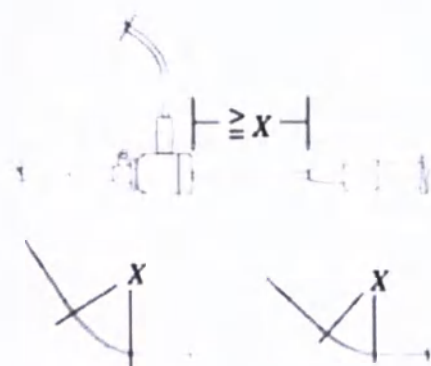

Рис. 4
- Отсоедините интродьюсер от расширителя, оттянув его на расстояние, достаточное для изгиба рабочего устройства (см. рис. 4). Это облегчит прохождение изгиба рабочего устройства через расширитель и втулки интродьюсера.